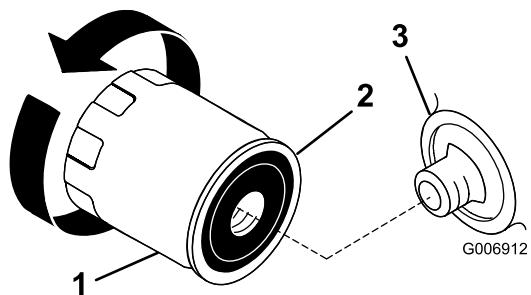

Figure 31
2. Déposez le filtre à huile usagé et essuyez la surface du joint de l'adaptateur (Figure 31).
3. Appliquez une fine couche d'huile neuve sur le joint en caoutchouc du filtre de rechange (Figure 31).
5. Tournez le filtre dans le sens horaire jusqu'à ce que le joint rejoigne l'adaptateur, puis donnez 1/2 à 3/4 de tour supplémentaire (Figure 31).